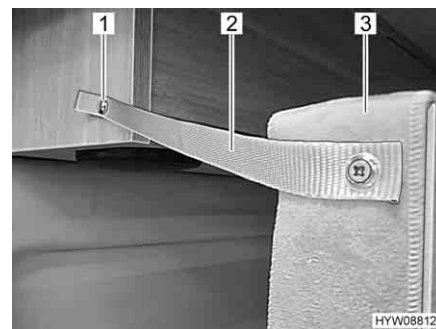

Fig. 32 Fusibile dietro
- Fissare il letto (Fig. 32,3) all'armadietto a tetto con la reggetta di sicurezza (Fig. 32,2) e il bottone a pressione (Fig. 32,1).
- Rilasciare il bottone a pressione (Fig. 32,1) sull'armadietto a tetto.